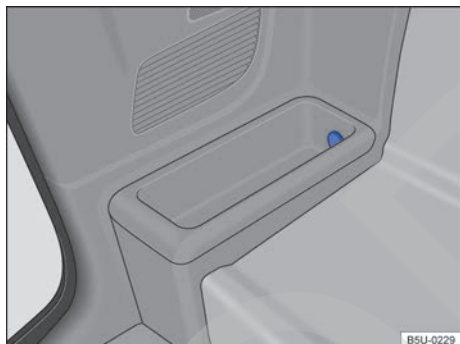

Fig. 124 En el lateral del compartimento interior del maletero: toma de corriente de 12 V - Nueva Saveiro cabina extendida - versión Cross.
- Nueva Saveiro cabina extendida - versión Cross - en el portaobjetos en el lado derecho del compartimento interior del maletero → fig. 124.